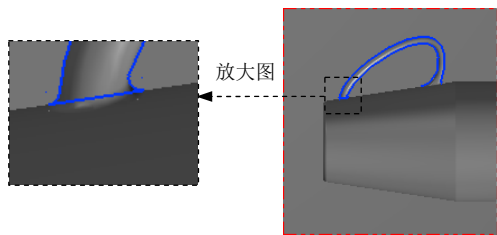

图 21.47 绘制边界 3
Step3. 绘制边界 3。单击顶视图 按钮, 选择下拉菜单 **绘图(C)** → **线(L)** → **绘制任意线(E)...** 命令, 绘制图 21.47 所示的线。单击 按钮, 完成直线的绘制。